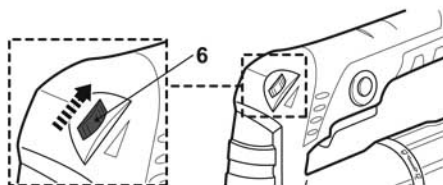

Рис. 9
- > Поверните регулятор выбора скорости (6) вправо (если смотреть снизу), чтобы уменьшить максимальную скорость (Рис. 9). Меньшее значение подходит для шлифования крупнозернистой наждачной бумагой для снятия штукатурки и водной протравы с рабочей поверхности.